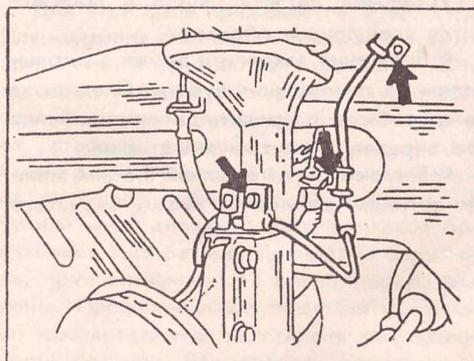

Рис. 267.
● Отвернуть хомут крепления кабеля у амортизаторной стойки, снять прижим кабеля. Снять брызговик в колесной арке. Перечисленные места крепления показаны на рис. 267.
- Подсоединить кабель датчика и закрепить его, как показано на рис. 267. Обеспечить свободное перемещение кабеля при повороте колеса.